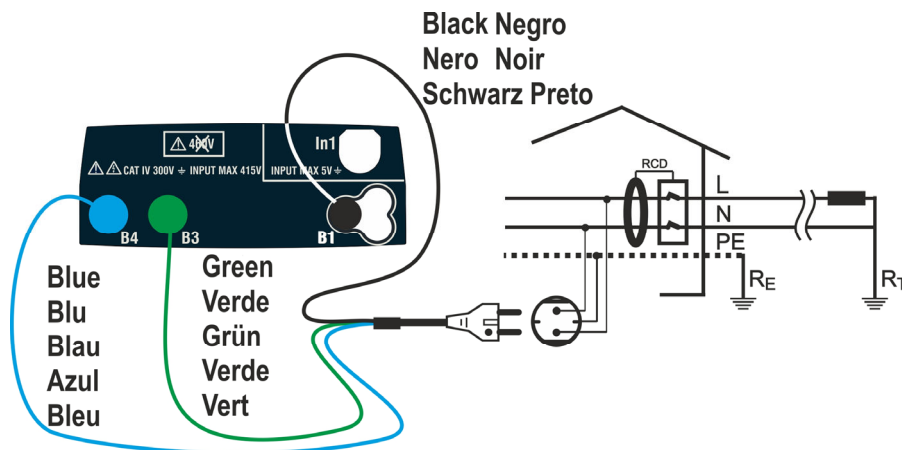
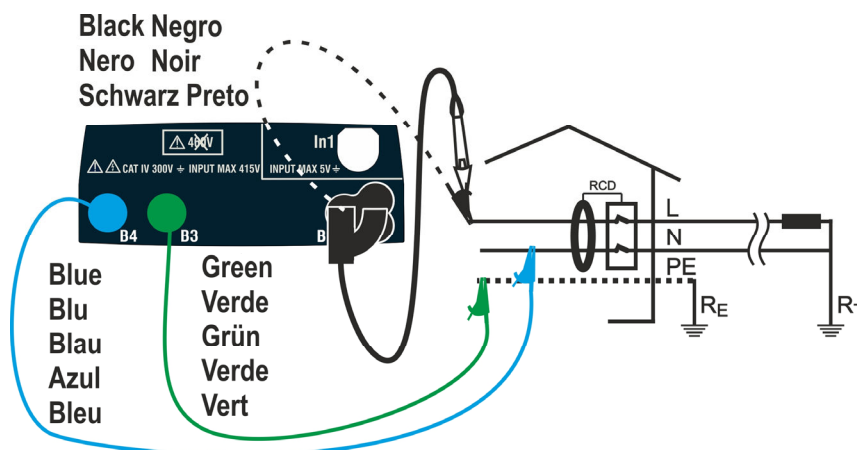
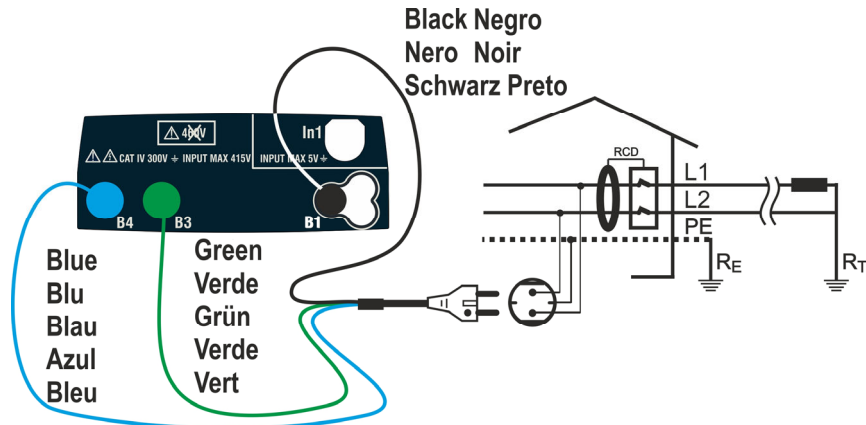
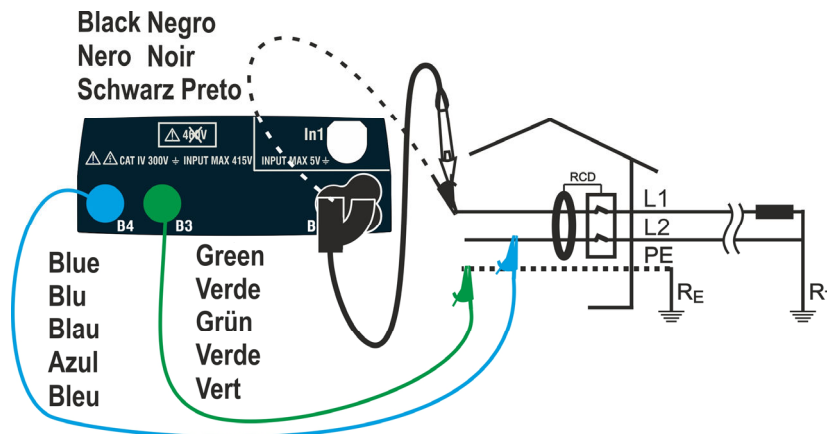

Fig. 4: Collegamento in sistema Monofase L-N-PE tramite spina shuko
Fig. 5: Collegamento in sistema Monofase L-N-PE con cavi singoli e puntale remoto
Fig. 6: Collegamento in sistema Bifase L-L-PE tramite spina shuko
Fig. 7: Collegamento in sistema Bifase L-L-PE con cavi singoli e puntale remoto
3. Inserire i connettori verde, blu e nero del cavo shuko a tre terminali nei corrispondenti terminali di ingresso dello strumento B1, B3 e B4. In alternativa utilizzare i cavi singoli ed inserire all'estremità dei cavi rimasta libera i corrispondenti coccodrilli. Eventualmente utilizzare il puntale remoto inserendone il connettore multipolare nel terminale di ingresso B1. Connettere la spina shuko, i coccodrilli od il puntale remoto alla rete elettrica in accordo alle Fig. 4, Fig. 5, Fig. 6 o Fig. 7